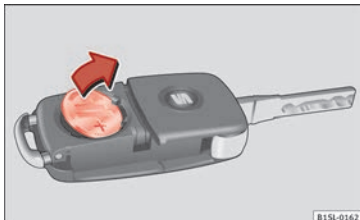

Fig. 128 Bilnøgle: udtagning af batteri
- Vip batteriet ud af batterirummet med en egnet, tynd genstand » Fig. 128.
- Sæt et nyt batteri i som vist på billedet » Fig. 128, og tryk det ind i batterirummet modsat pilens retning » ❶.